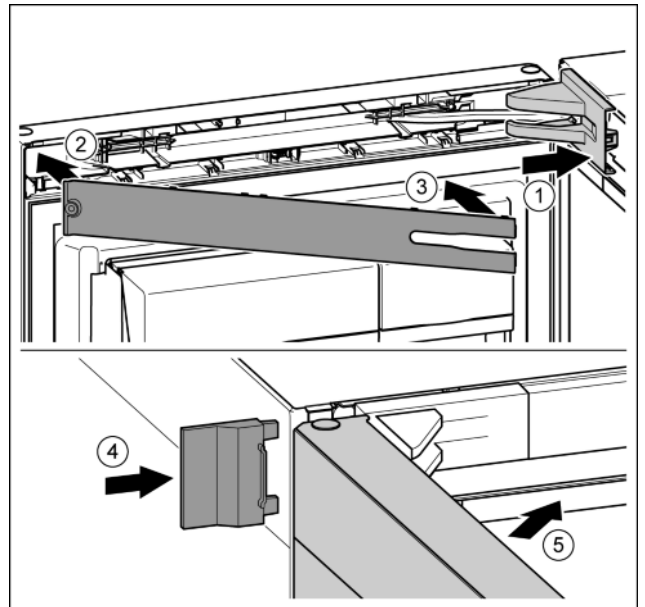

Fig. 39
- ▶ Крышку опорного кронштейна установить и зафиксировать, при необходимости, осторожно разжать. Fig. 39 (1)
- ▶ Установить накладку. Fig. 39 (2)
- ▶ Наклонить и защелкнуть накладку. Fig. 39 (3)
- ▶ Надвинуть внешнюю крышку. Fig. 39 (4)
- ▶ Закрывать верхнюю дверь. Fig. 39 (5)